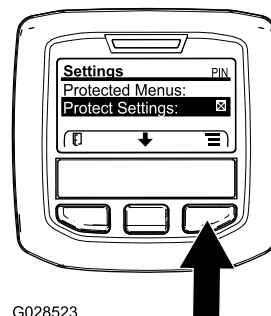

図 37
1. 保護メニューにアクセスし、サブメニューのロックを解除する 図 37 アクセス制限付きメニューへのアクセス \(ページ 18\)を参照。